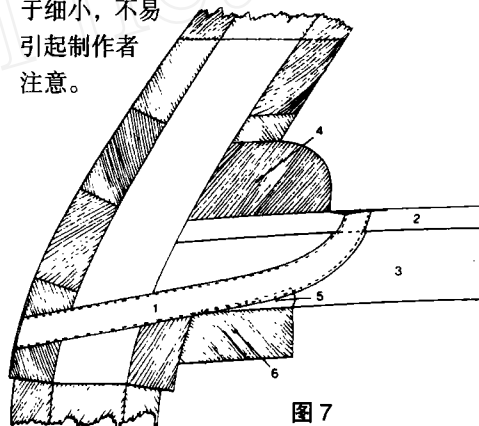

图7
帆船上除使用水泵抽排出底舱积水外, 在船体内部高于吃水线上的每层甲板两舷还设有排水孔, 以及时排出甲板积水。这些排水孔是一根根弯曲的铸铁管 (见图7所示), 弯管 (1) 上端位于甲板 (2) 舷侧边沿, 紧贴梁压材 (4); 另一端船舷壳板, 铸管安装时紧贴横梁 (3) 及肋骨, 铸管由舷承梁材 (6) 托承; 其间间隙使用填料 (5) 填充。